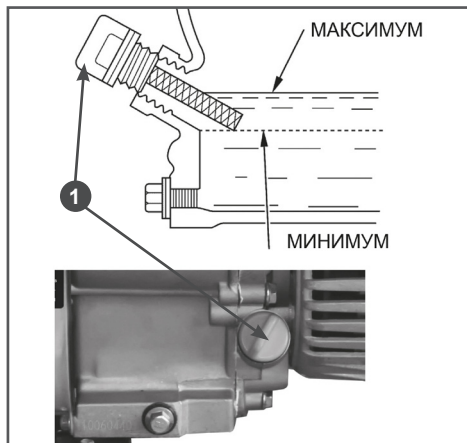

Рис. 5 Проверка уровня масла в картере двигателя
2. Открутите крышку-шуп 1 маслозаливной горловины и извлеките шуп (Рис. 5).
Максимальный уровень масла в картере соответствует нижней кромке заливного отверстия (Рис. 5).
2. Выкрутите крышку-щуп маслозаливной горловины и извлеките щуп (Рис. 5).
4. Аккуратно извлеките щуп и осмотрите его. Уровень масла должен соответствовать верхней отметке на щупе. При недостаточном уровне масла в картере необходимо долить чистое масло до верхней отметки на щупе, что соответствует нижней кромке заливного отверстия (Рис. 5).